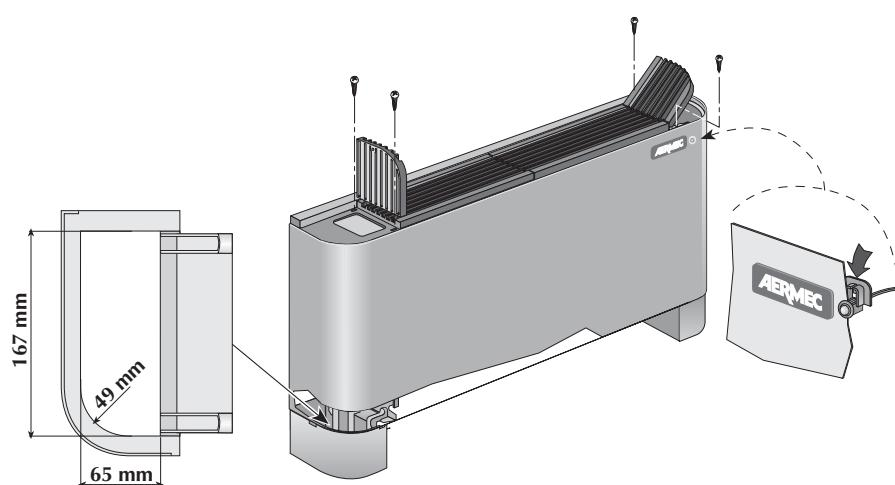

Fig. 6
- Togliere il mantello svitando le viti (fig. 6).
- Rimontare l'involucro, senza dimenticarsi di connettere la sonda ambiente che deve sporgere verso l'esterno di circa 3 mm dal portasonda e deve essere saldamente fissata con l'apposito bloccosonda (fig.6).
- Slacken the screws and remove the housing (fig. 6).
- Refit the housing and reconnect the ambient probe (which should protrude outwards by approximately 3 mm from the holder); secure the latter with the locking device (fig.6).
- Oter l'habillage en dévissant les vis (fig. 6).
- Remonter l'habillage, sans oublier de connecter la sonde de température ambiante qui doit ressortir d'environ 3 mm du porte-sonde et qui doit être solidement fixées au moyen du dispositif de blocage prévu à cet effet (fig. 6).
- Die Schrauben lösen und das Gehäuse abnehmen (Abb. 6).
- Das Gehäuse wieder anbringen. Vorher nicht vergessen, den Raumfänger anzuschließen, der am Fühlerhalter um ca. 3 mm nach außen überstehen und stabil mit dem entsprechenden Festigungselement (Abb. 6) festgezogen werden muss.